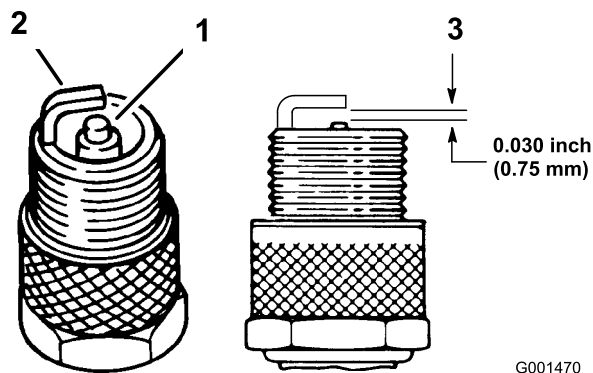

Bild 43
- Prüfen Sie den Zustand der Seitenelektrode, der zentralen Elektrode und der Isolierung um die zentrale Elektrode, um sicherzustellen, dass nirgendwo Defekte aufgetreten sind (Bild 43).
- Stellen Sie den Abstand zwischen der mittleren und seitlichen Elektrode auf 0,762 mm ein (Bild 43).